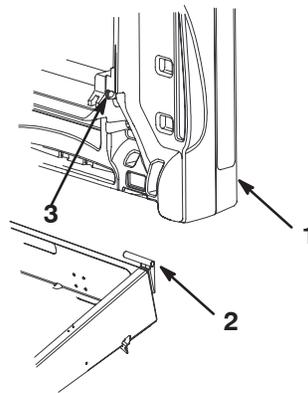

Figure 11
3. Glissez le trou de montage du plateau de chargement sur le support de pivot (Fig. 11).